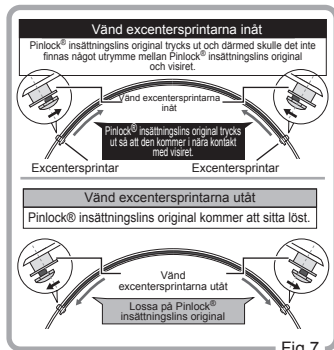

Fig.7
2. Justera excentersprintarna genom att vrida på dem med ett verktyg. (Fig. 7)